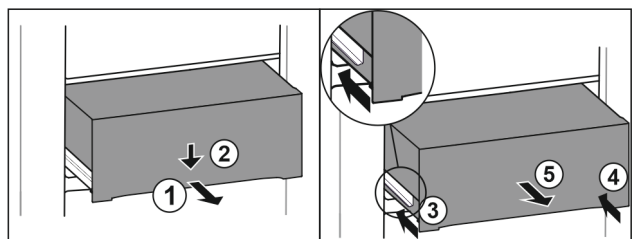

Fig. 113
- ▶ Вытяните выдвижной ящик наполовину. Fig. 113 (1)